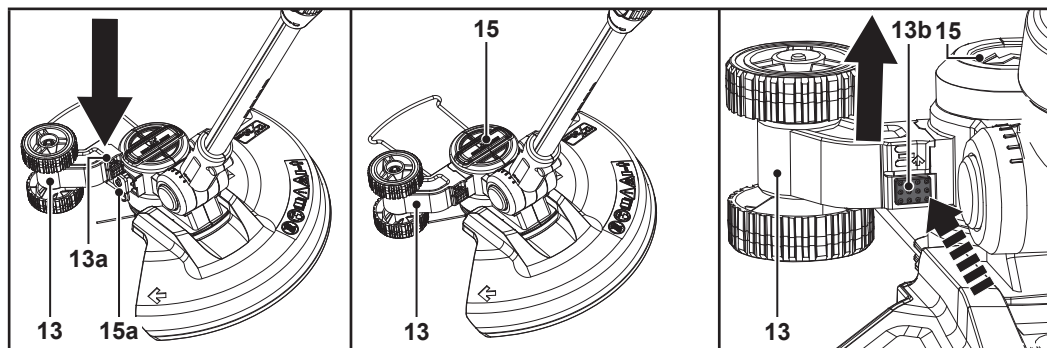

Rys. 1
1. Wsunąć osłonę (11) w prowadnicę głowicy tnącej (15) (rys. 1).
2. Unieruchomić osłonę (11) przy użyciu wkrętu (11a) (rys. 1).